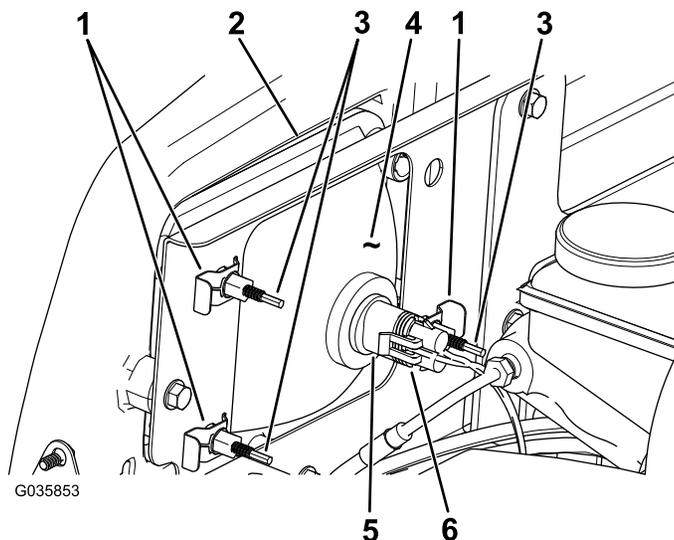

図 50
3. ランプアセンブリのコネクタから、ハーネス用のコネクタを外す 図 50。
4. ヘッドライトをヘッドライトブラケットに固定しているスピードクリップを外す 図 50。
5. ヘッドライトアセンブリ全体を前に押し出して、前バンパーから外す 図 50。
6. 取り付け穴に新しいヘッドライトを取り付ける 図 50。
8. ハーネス用のコネクタを、新しいランプアセンブリのコネクタに接続する 図 50。
2. ヘッドライトアセンブリの裏側部分にある調整ねじ 図 50を回してヘッドライトアセンブリの角度を変えてビームの方向を調整する。